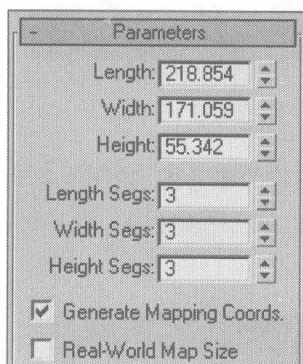
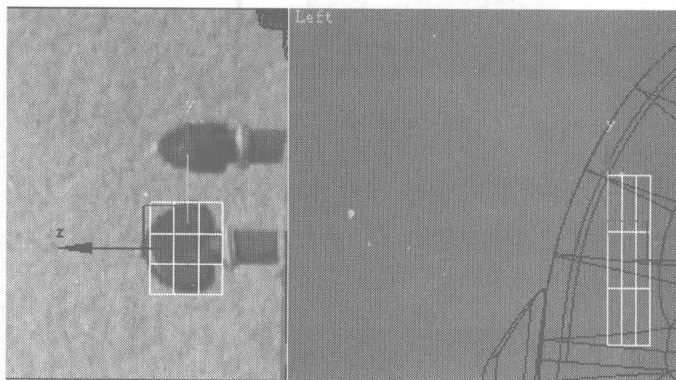

图 5.337
图 5.338
- 01** 在 创建面板的 区域，选择 **Standard Primitives** 类型，单击 **Box** 按钮，在视图中创建一个立方体模型，在 **Parameters** 卷展栏中设置参数如图 5.337 所示，模型显示如图 5.338 所示。单击右键，在弹出的快捷菜单中选择 **Editable Poly** 选项，将模型塌陷成可编辑多边形。